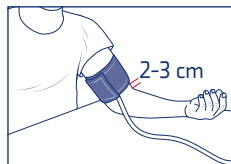

Bild 1
- Legen Sie die Manschette um Ihren linken Oberarm. Die Unterkante der Manschette liegt 2-3 cm oberhalb der Armbeuge (Bild 1). Die Arterienmarkierung auf der Manschette (ARTERY) muss über der Arterie platziert sein, die an der Innenseite des Arms entlang verläuft.